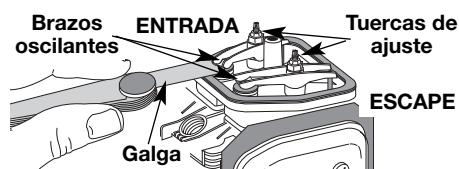

Fig. 36
- El pistón se encuentre en la parte superior de su recorrido mientras mira dentro del orificio de la bujía de encendido (Fig. 36).
9. Deslice la galga entre el brazo oscilante y el resorte de retorno de la válvula. Mida el huelgo entre el vástago de la válvula y el brazo oscilante (Fig. 36). Realice esto en las válvulas de entrada y de escape.
a. Gire la tuerca de ajuste con una llave de 5/16 pulgadas (8 mm) o una guía de tuercas (Fig. 36).